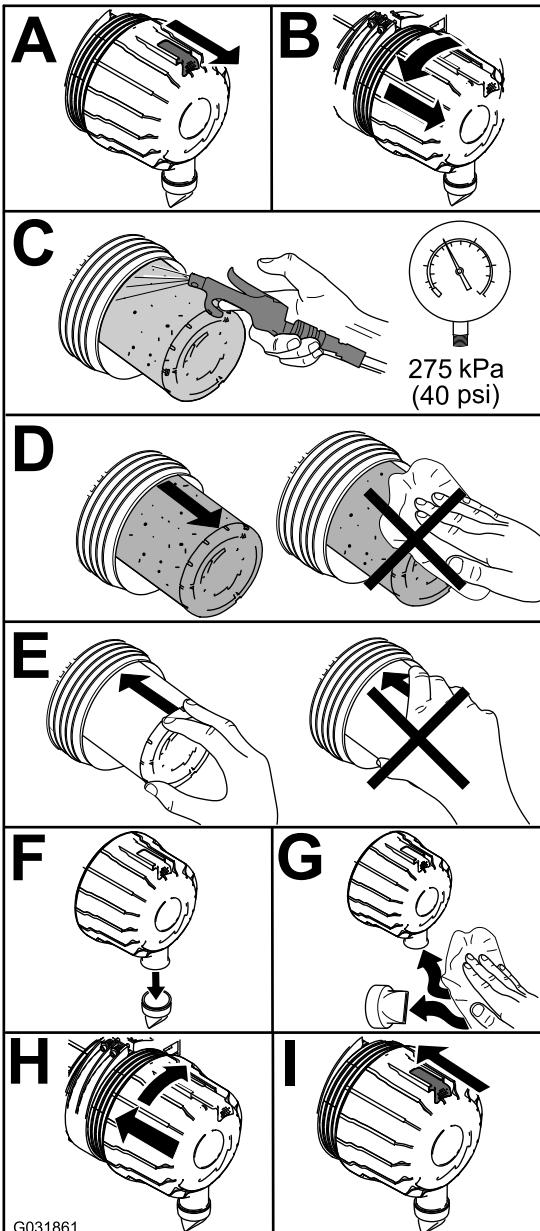

Figura 89
- Cambie el limpiador de aire (Figura 89).